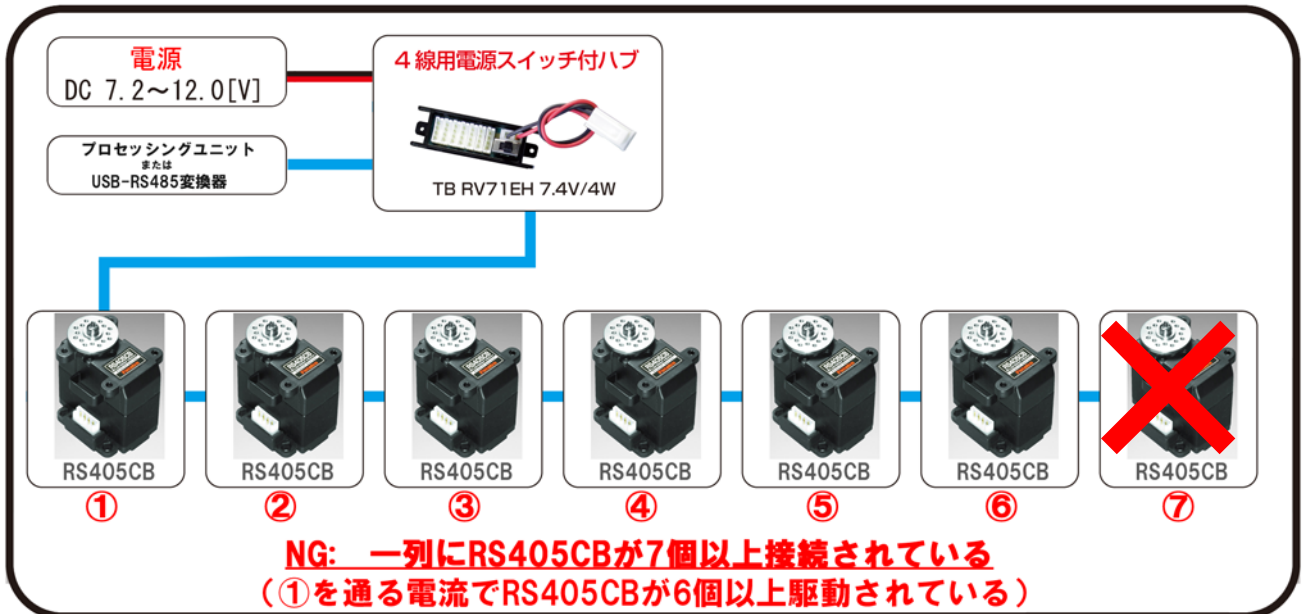

Fig. 3.2 RS405CB/RS406CB 最大接続数
また、電源から遠いサーボほど出力が弱くなりますので、Fig. 3.2では通常①が最も出力が高く、⑥が最も弱くなります。このとき下図のように両側から電源を供給するように接続することで、出力をより均等に近づけることができます。